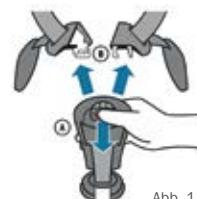

Abb. 1
- Öffnen Sie den Fünfpunktgurt, indem Sie auf A klicken und B von der Gurthalterung entfernen (Abb. 1).